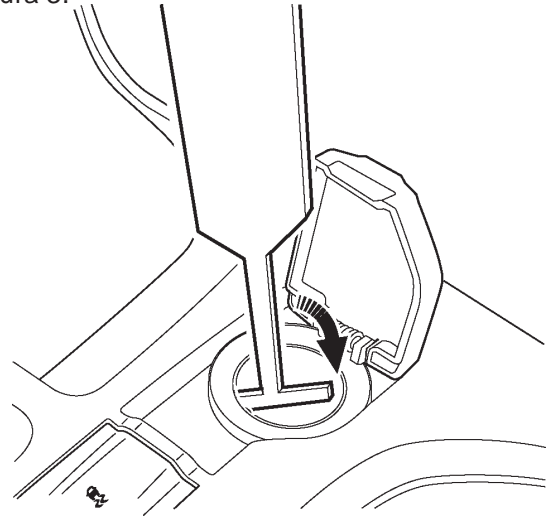

FIGURA 3
- Inserte la herramienta de servicio especial (1) (J42059) en el conector eléctrico (2) en un ángulo y dentro de las ranuras del lado del conector. Apoye la cubierta y utilice la herramienta para retirar la camisa de acero interior del conector del bisel del conector (3).
- Alinee la muesca con la camisa de acero del cuerpo del encendedor con la muesca en el bisel y empújelo. Consulte la Figura 3.